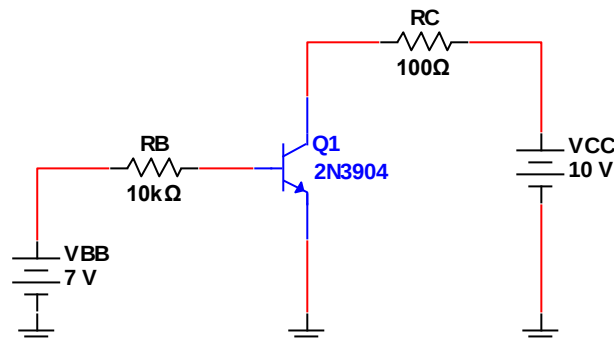

Figura 4.9. Circuito básico de polarización del BJT.
7. Repita los pasos de 1 a 4 pero ahora restaurando los valores originales, excepto por el voltaje V_{BB} que deberá ser de 7 volts, como se indica en la figura 4.9. Llene la tabla 4.4 y calcule nuevamente I_E .